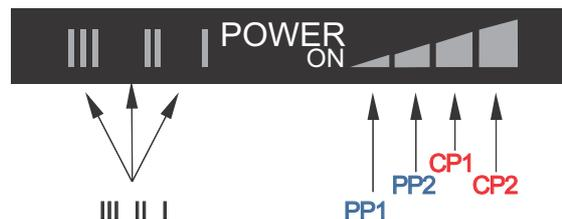

Fig. 12 Sete campos luminosos
O circulador tem sete configurações opcionais que podem ser selecionadas com o botão de pressão. Consulte a fig. 11, pos. 4. A configuração do circulador é indicada por sete campos luminosos diferentes. Consulte a fig. 12.